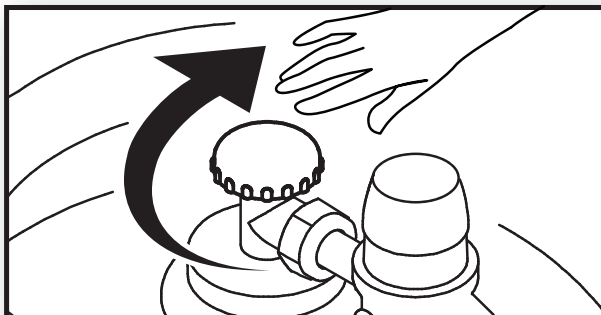

Fig. 24
▶ 9.1.Închideți robinetul buteliei de gaz (Fig. 24).